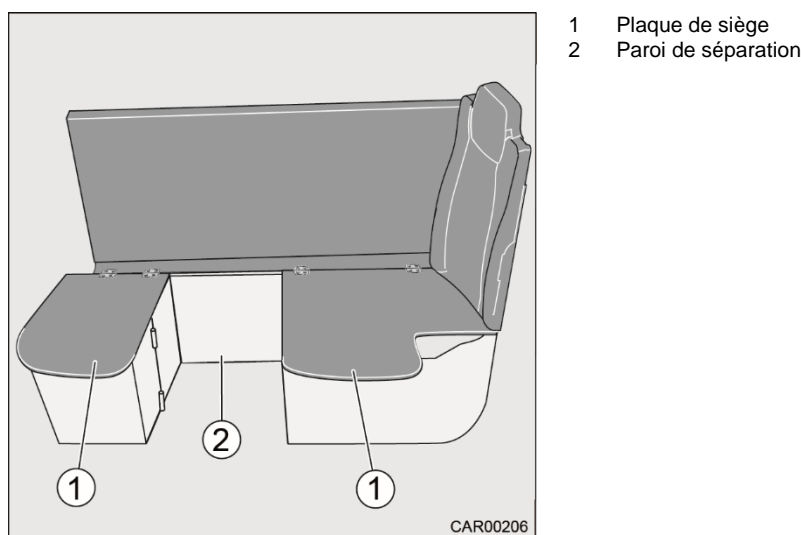

Fig. 35 Transformation du 5e siège
9. Retirer la paroi de séparation (Fig. 35/2) hors du socle au milieu du véhicule.
11. Rabattre les plaques de siège (Fig. 35/1).